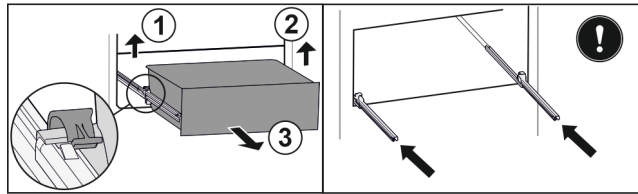

Fig. 109
- ▶ Linker klem optillen en gelijktijdig lade links naar voren trekken. Fig. 109 (1)
- ▶ Rechter klem optillen en gelijktijdig lade rechts naar voren trekken. Fig. 109 (2)
- ▶ Lade naar voren toe verwijderen. Fig. 109 (3)